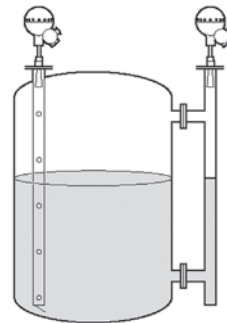

Рис.12.
**Пример 4 (рис.12).** Для обеспечения успешных измерений в резервуарах со сжиженным нефтяным газом, где иногда наблюдается кипение поверхности, а также в некоторых особо турбулентных условиях, рекомендуется установка уровнемера в успокоительной трубе или байпасной камере. Использование трубы снижает вспенивание и турбулентность, а также увеличивает силу отраженного от поверхности эхо-сигнала.